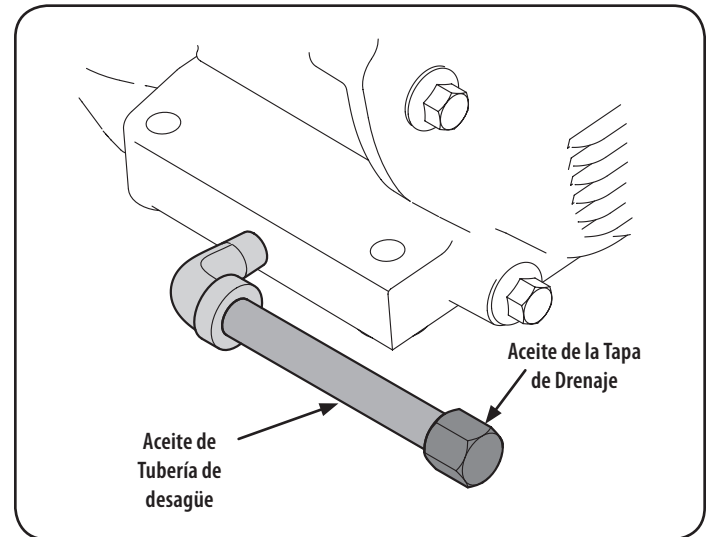

Figura 25
3. Coloque un embudo en el drenaje de aceite para evitar que el aceite en el marco de timón. Véase la Figura 25.